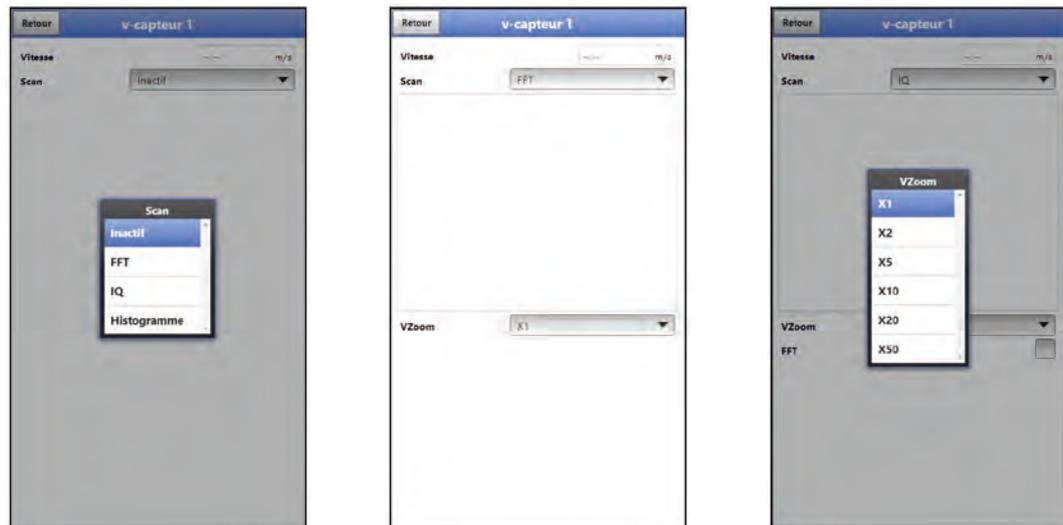

Fig. 50-1 Menu de sélection analyse signal / FFT / IQ
- **>FFT<** (Fig. 50-1 image 2)
>VZoom< du graphique (Fig. 50-1 image 3) :